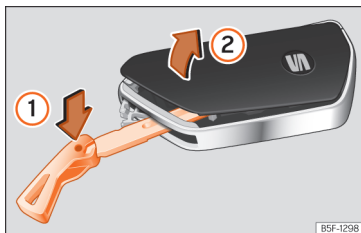

Fig. 71 Chave do veículo: abrir a tampa do compartimento da pilha.
- Introduza o palhetão na ranhura »» Fig. 71, pressione no sentido da seta ① e solte a tampa fazendo alavanca ②.